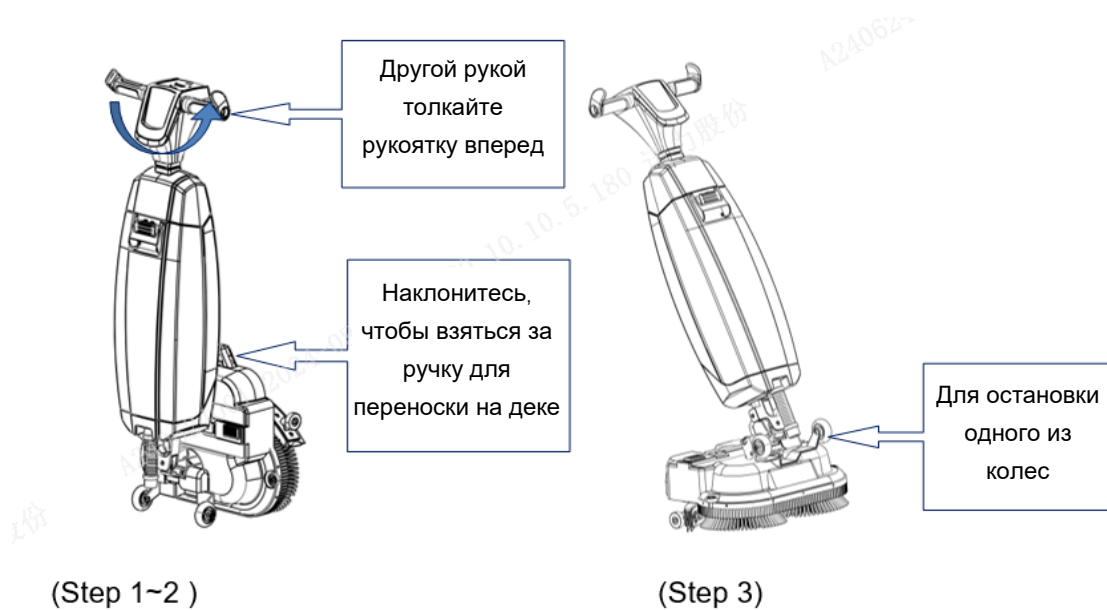

Рисунок 5
2. Возьмитесь одной рукой за ручку, как показано на РИС.5.